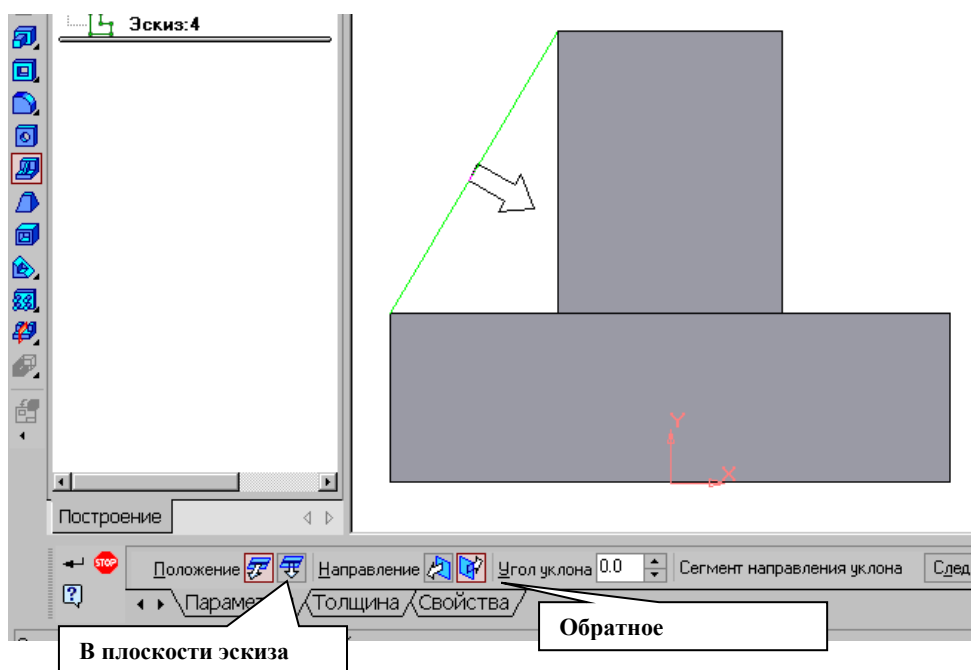

Рис.93 Построение ребра жесткости
- Положение ребра жесткости относительно плоскости эскиза (рис.93);